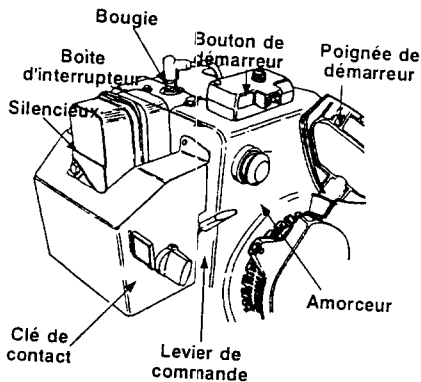

FIGURE 25
- Placez la manette de l'obturateur à la position **RAPIDE**. Enfoncez la clé dans la fente. Voir la figure 25. Assurez-vous qu'elle se met bien en position. Ne tournez pas la clé.
- Enfoncez le bouton du démarreur pour faire tourner le moteur. Voir la figure 25.
- Assurez-vous que les commandes de la tarière et de l'entraînement sont débrayées (relâchées). Placez le levier de vitesse au point mort (N).
- Placez la manette de l'obturateur à la position **RAPIDE**. Enfoncez la clé dans la fente. Voir la figure 25. Assurez-vous qu'elle se mette bien en position. Ne tournez pas la clé.
- Appuyez deux ou trois fois sur le bouton de l'amorceur. Voir la figure 25.